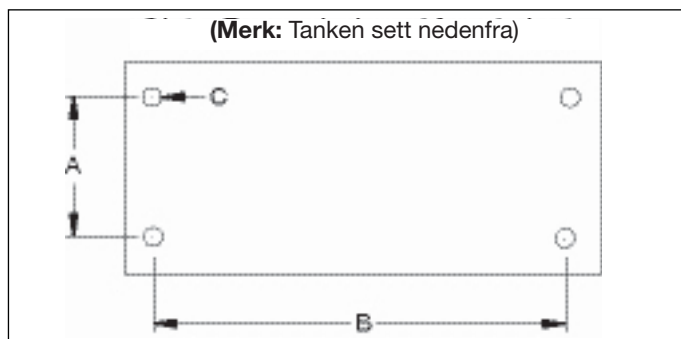

Figur 2, ZU4 - installasjon av luftelukk
4.1 Tankens luftelukk (se Figur 2).
13. Det er installert en transportplugg i lufteåpningen på toppen av tanken. Før du bruker pumpen må du skifte ut transportpluggen (C) med luftelokket (A) og adapterkoplingen (B).